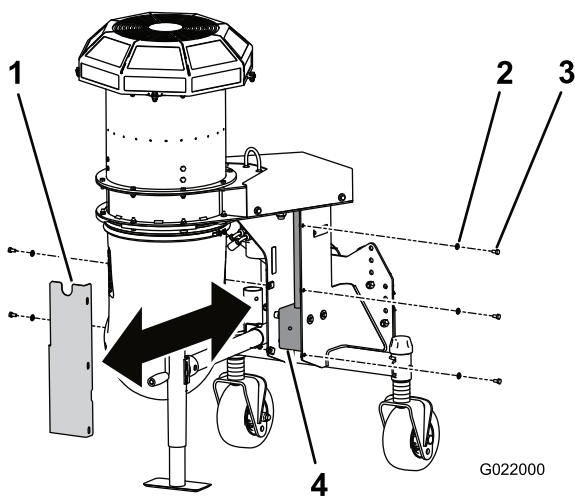

Figura 23
2. Retire los 5 pernos y las arandelas que fijan la tapa de la caja de engranajes al soplador (Figura 23).
3. Retire la tapa para tener acceso a la caja de engranajes del soplador (Figura 23).